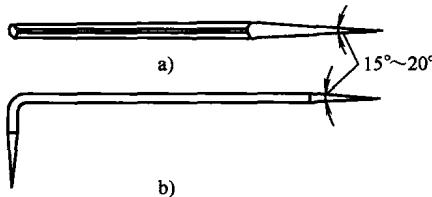

图 3 划针
(4) 划针 (图 3) 用来在工件上划线条，是用弹簧钢丝或高速钢制成的，直径一般为 $\phi 3 \sim 5\text{mm}$ ，尖端磨成 $15^\circ \sim 20^\circ$ 的尖角，并经热处理淬火使之硬化，有的划针在尖端部位焊有硬质合金，耐磨性更好。